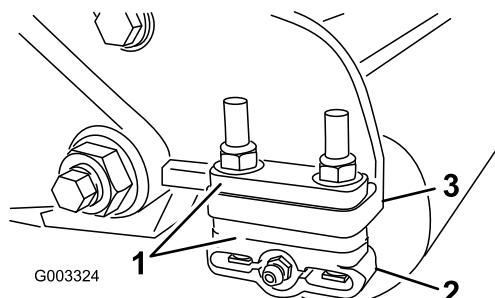

図 11
- 後ローラのプラケット図 11 の位置を調整する調整は、希望刈高範囲に対応する数のスペーサをサイドプレートの取り付けフランジ図 11 の下に入れることで行う 刈高表 (ページ 10) で数を確認する。